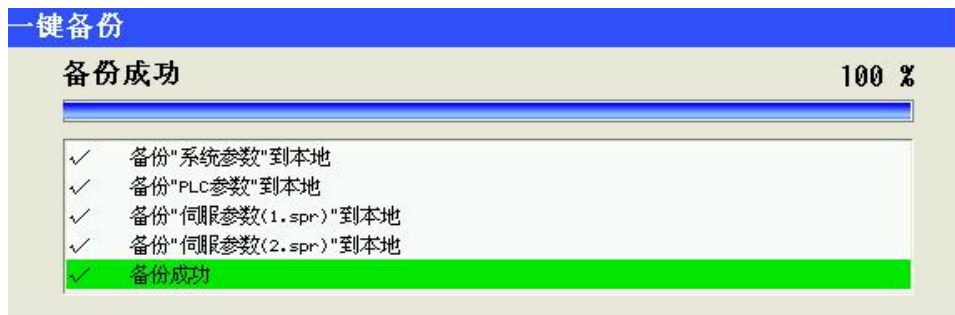

图 2-3
① 将 U 盘插到 CNC 中，按 键，在系统调试界面，按 功能软键。
②再按【一键备份】软键，系统会弹出的对话框：
③ 按【确定】软键，在系统和 U 盘中各备份一份 CNC 参数文件，备份成功后如图 2-3 所示：